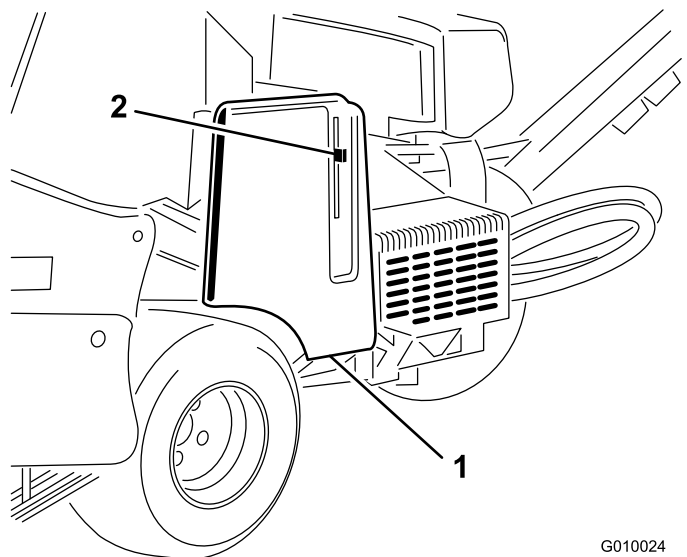
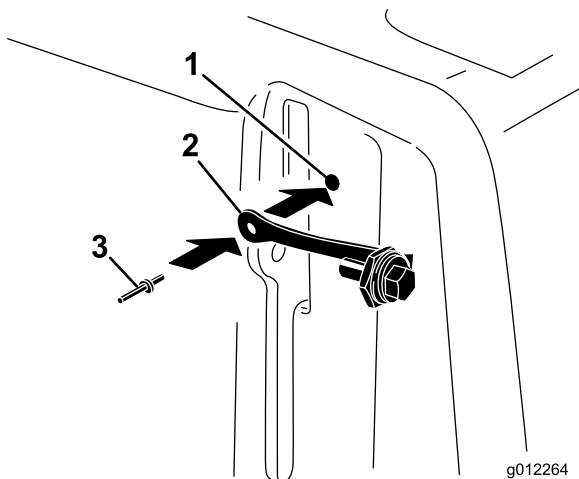

Bild 16
Bild 17
1. Ermitteln Sie das Loch in der Riemenabdeckung neben dem Schlitz für die Hebelklinke (Bild 16 und Bild 17).
2. Befestigen Sie den Gurt mit einer Blindniete im Loch in der Riemenabdeckung (**Bild 17**).